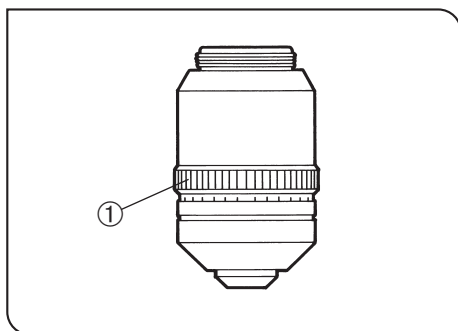

Рис. 41
- При известной толщине покровного стекла установите кольцо коррекции ① на данное значение шкалы. (Рис. 41)
- ⊙ Не прикасайтесь к кольцу коррекции ①, вращая револьверную головку.